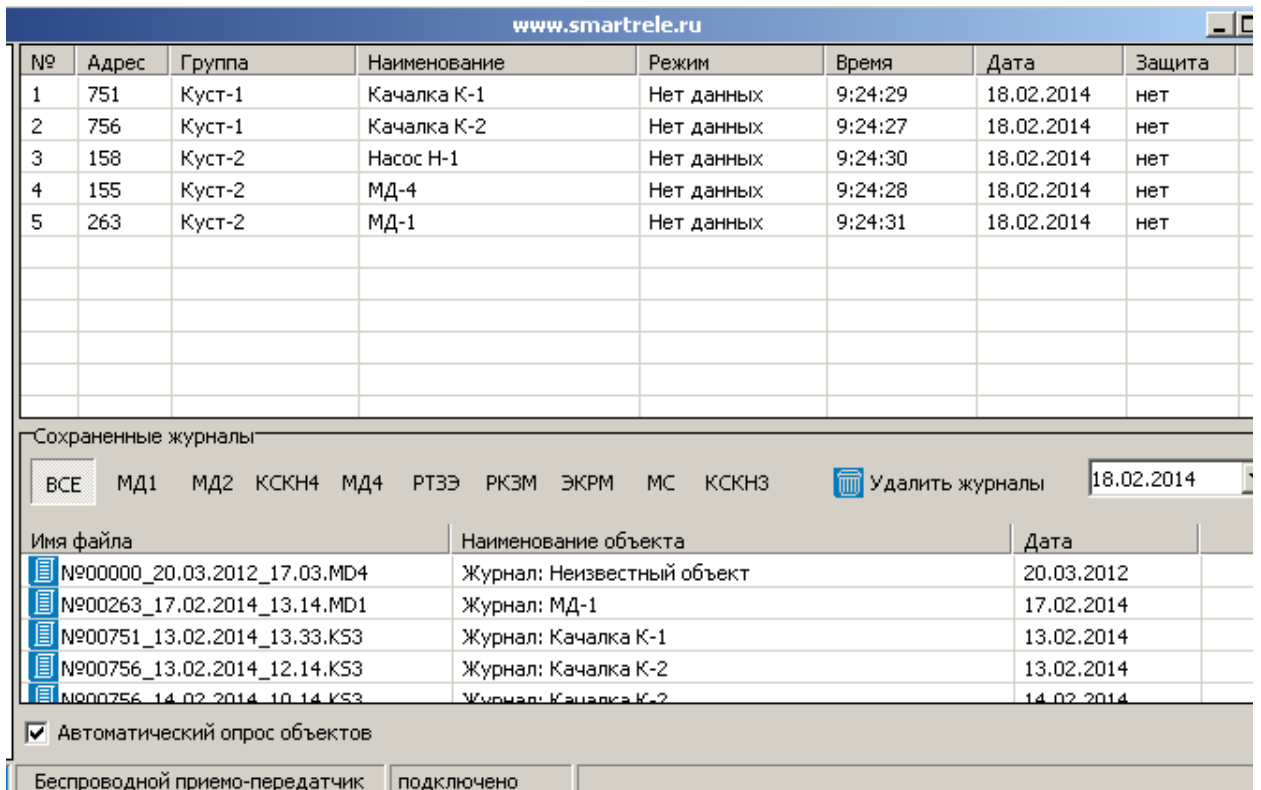

Рисунок 10 – запуск автоматического опроса электроустановок
5.7.2.5 Установка флага «Автоматический опрос объектов» запускает периодический (Интервал 0.5 сек.) последовательный запрос режима работы добавленных в правое поле объектов (Рис. 10).